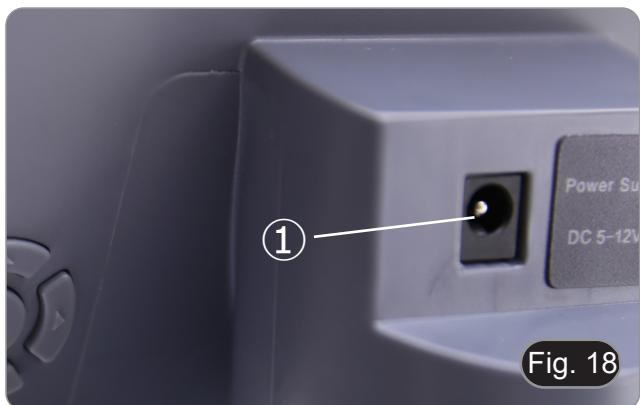

Fig. 18
1. Insertar el alimentador en la toma de corriente ① situada en la parte trasera de la cámara. (Fig. 18)